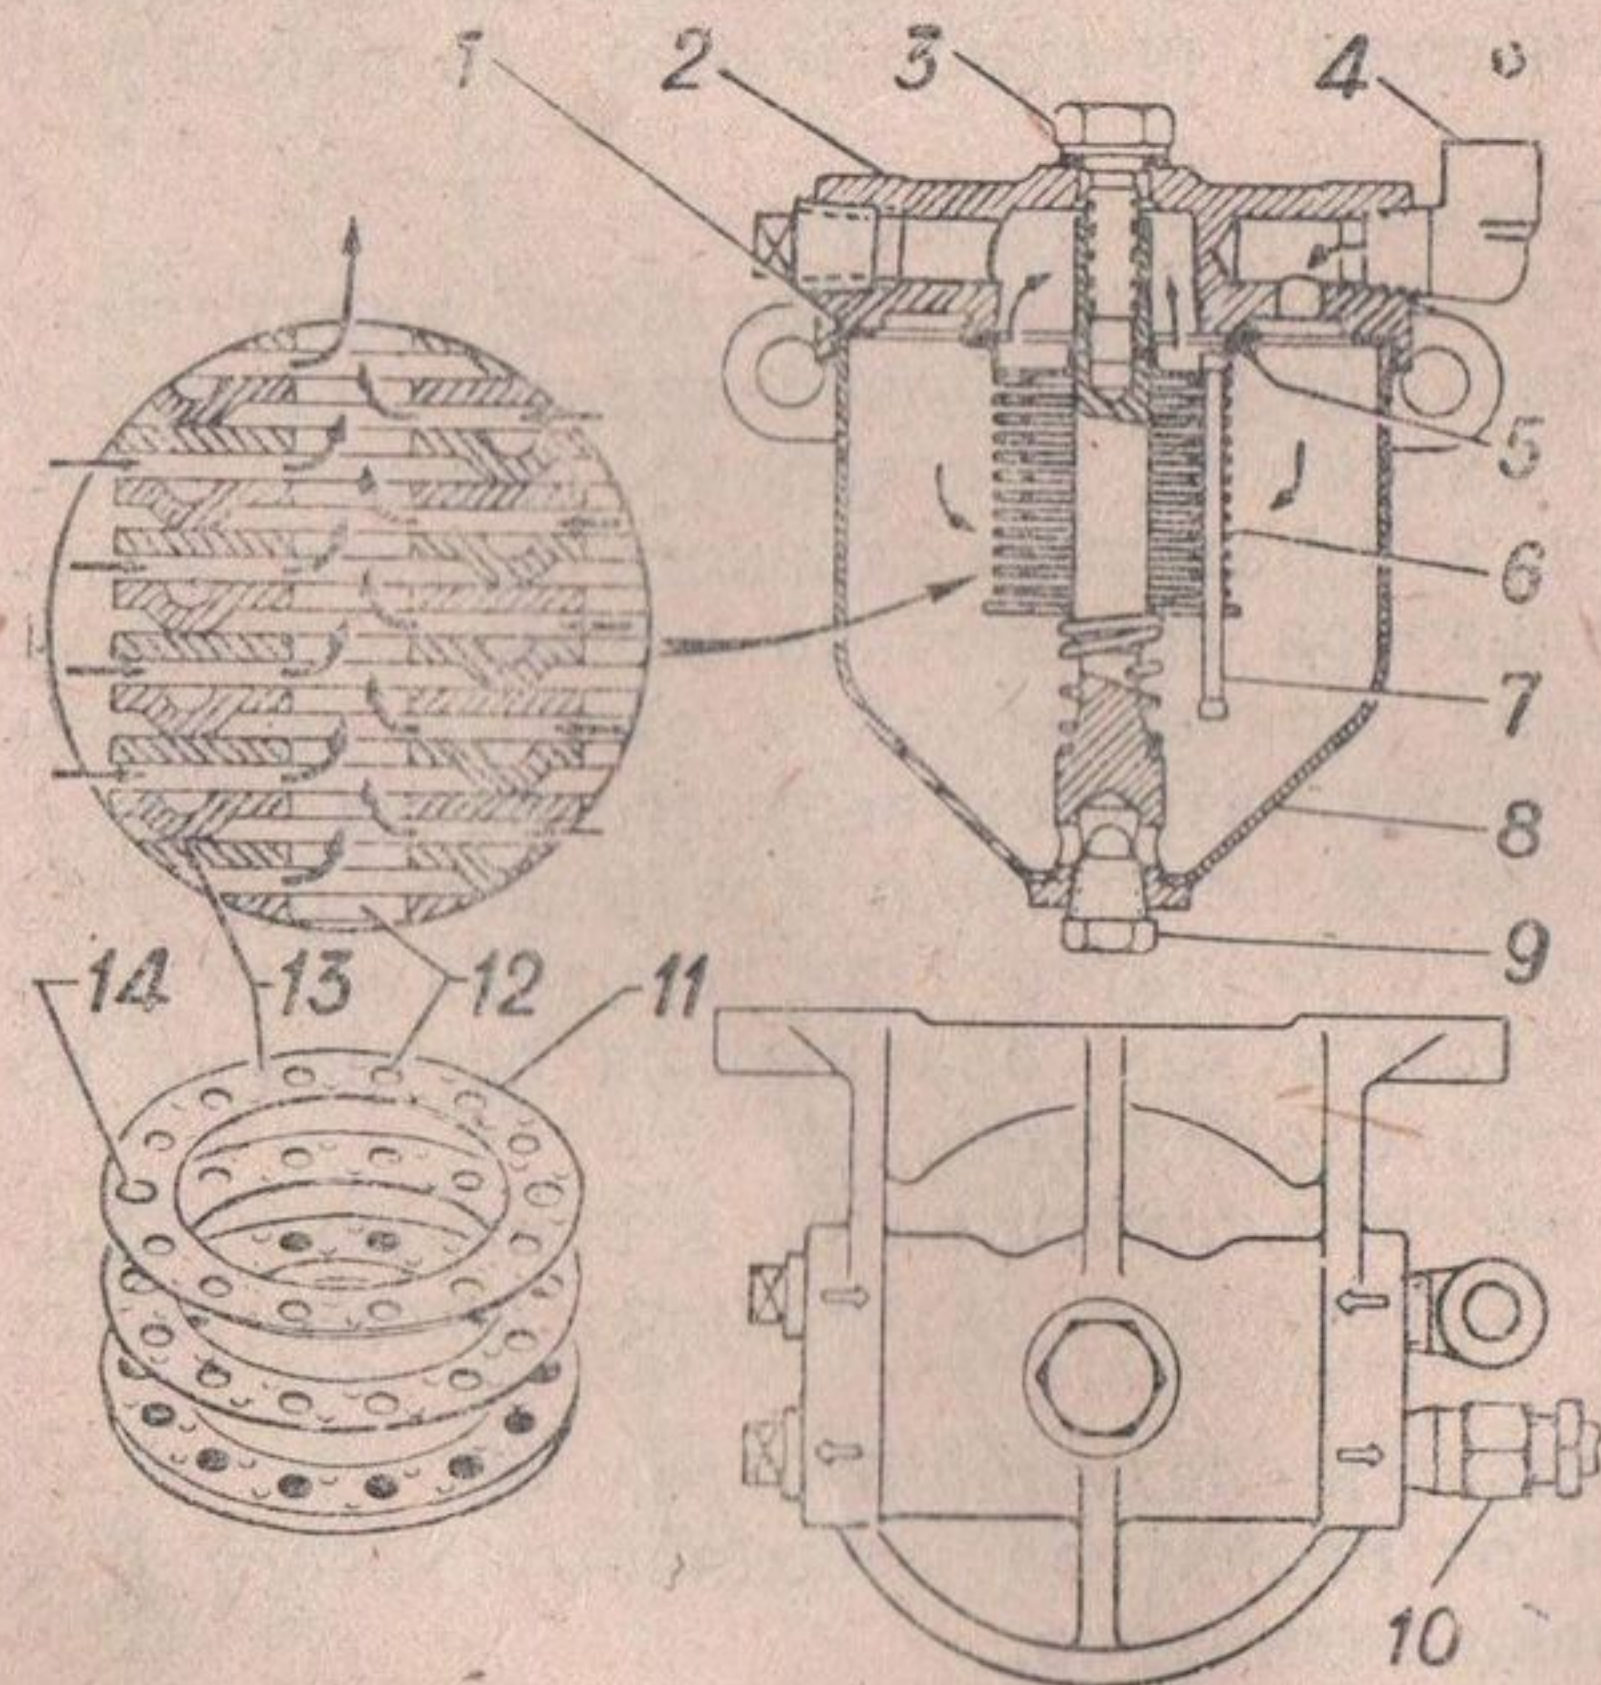

Рис. 9. Бензиновый фильтр-отстойник:
**Бензиновый фильтр-отстойник** (рис. 9) прикреплен к правому лонжерону рамы сзади кабины. Фильтрующий элемент отстойни-